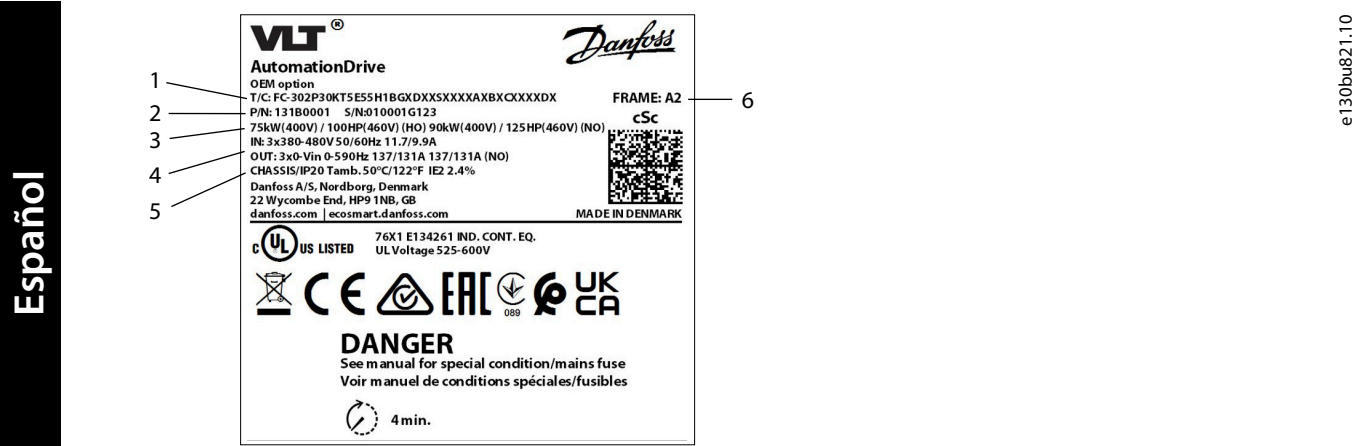

Figura 1: Ejemplo de una etiqueta de producto
1. Identifique el tamaño de la protección. Consulte Figura 1.